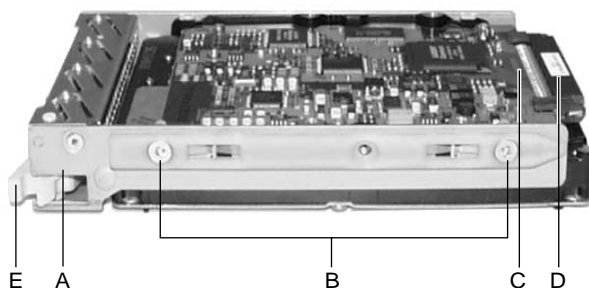

图 4-1 驱动器支架中的硬盘驱动器
4. 确定驱动器的位置，使接口靠近驱动器支架的后侧和顶部。图 4-1 显示了支架中驱动器的方向。在此图中支架是倒置的。